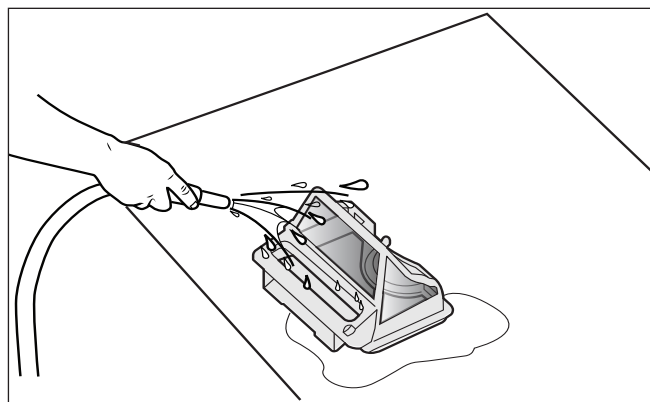

Figure 13. Nettoyer le panier filtrant
5. Videz tous les débris du panier filtrant, puis rincez le panier, le support et le robot nettoyeur à l'aide d'un tuyau, (Figure 13).